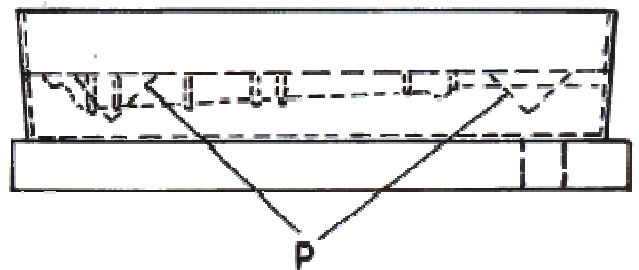

Abb. 7: Einschneiden der Positionierungstrichter (P).
4. Nachdem jetzt die drei Drähte gezogen sind, wird das Modell entnommen. Das geschieht mit einer starken Pinzette am Spannzapfen, wobei man das Formunterteil im Formkasten hält. Eine Beschädigung im Bereich des Spannzapfens hat keine Bedeutung, weil hier sowieso der Gießtrichter eingeschnitten wird. Nachdem jetzt zwei pyramidenförmige Positionierungstrichter in das Unterteil eingeschnitten wurden (Abb. 7), wird die Trennfläche, damit sie ihrem Namen gerecht werden kann, satt mit Teflon-Formenspray eingesprüht.